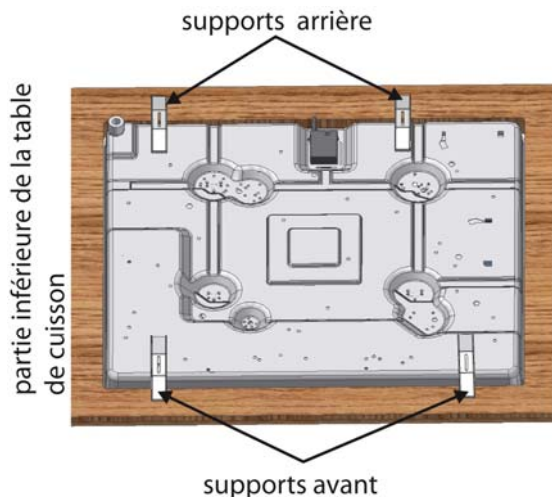

Fig. 9
- Fixez la table de cuisson à l'aide des quatre supports inclus avec les autres pièces de montage (Fig. 9 et 10).